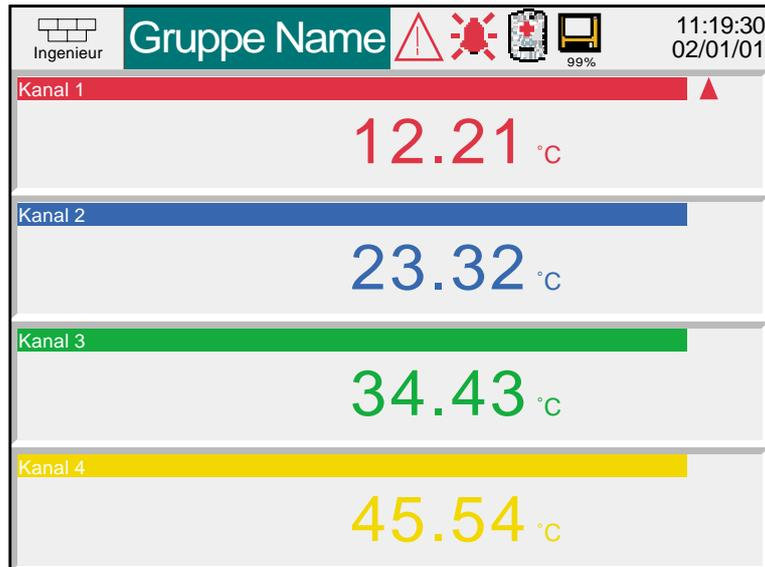

Abbildung 3.4.5a Numerische Anzeige (1 bis 4 Kanäle)
Die Numerische Darstellung zeigt die Prozesswerte (PV) als digitale Werte. Das Format (wird automatisch gewählt) basiert auf der Anzahl der Kanäle in der angezeigten Gruppe. Abbildung 3.4.5a und 3.4.5b, zeigen als Beispiel einmal die Darstellung für bis zu vier Kanäle und einmal fünf oder sechs Kanäle. Die Darstellung der Prozessvariablen paßt sich in der Größe dem jeweiligen Platz an. In dieser Anzeige steht Ihnen kein Trendrückblick zur Verfügung.